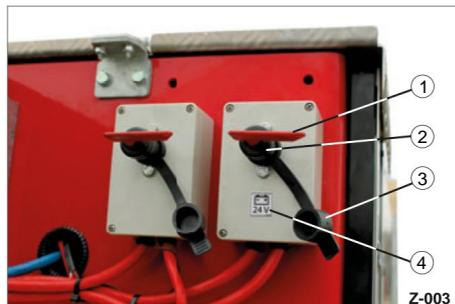

Fig. 7 Alimentazione a batteria
L'interruttore principale delle batterie è provvisto di un adesivo (Fig. 7/4).
- Collegare l'interruttore a spina (Fig. 7/1) nella presa (Fig. 7/2).
- Ruotare l'interruttore della spina (Fig. 7/1) in posizione ON.